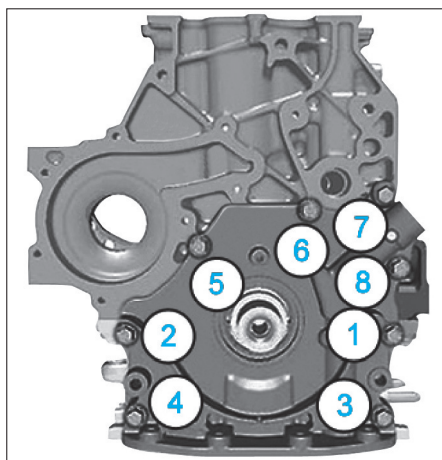

FIG. 39
- Serrer les huit vis de fixation de la pompe au couple prescrit et dans l'ordre indiqué (Fig.39).